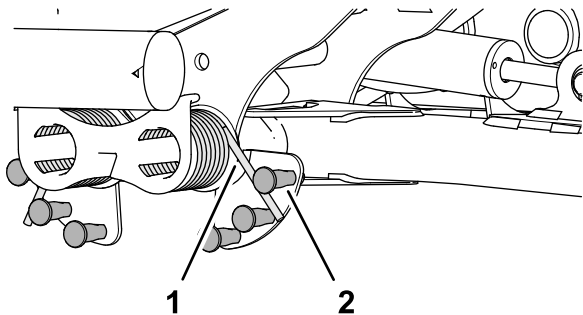

Figura 91
2. Introduzca el extremo largo del muelle de contrapeso en un tubo u otro objeto similar, y gire el muelle alrededor del espárrago de cuello largo a la posición deseada (Figura 91).